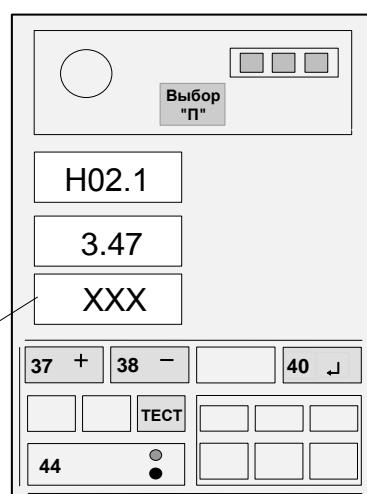

Рисунок 14
4.5.6.4 Нажимая кнопки "+" (37) и "-" (38), набрать на среднем ИЖЦ значение вылета, указанного в правом столбце таблицы 4 (см. рисунок 14) для установленного значения вылета по рулетке.
4.5.6.5 Нажать на время 1 с кнопку "↔" (40) и, проконтролировав короткий звуковой сигнал, отпустить кнопку (см. рисунок 14).